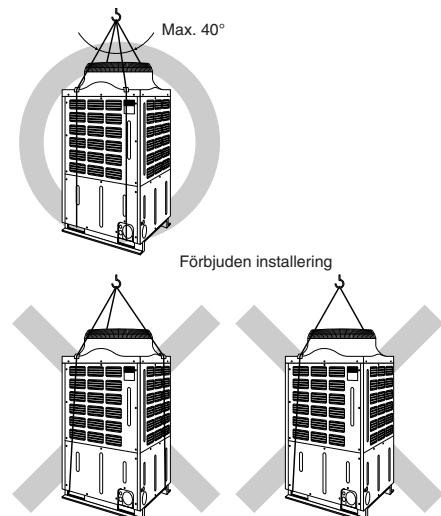

Fig. 3-3
3.3. Försiktighetsåtgärder då enheten skall lyftas (Fig. 3-3)